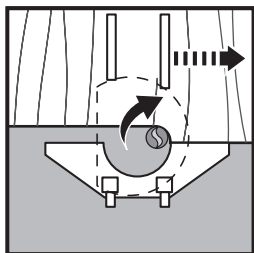

Fig. 29
- > Instale la guía paralela (18) en el producto.
- > Coloque un útil de fresado con un rodamiento de guía en las pinzas de sujeción (19).
- > Coloque el producto sobre la pieza de trabajo con la guía paralela (18) y el rodamiento de guía apoyados contra el borde de la pieza de trabajo.
- > Aplique una ligera presión contra la pieza de trabajo durante el funcionamiento para asegurar que la guía paralela (18) y el rodamiento permanecen planos contra el borde de la pieza de trabajo (Fig. 29, 30).